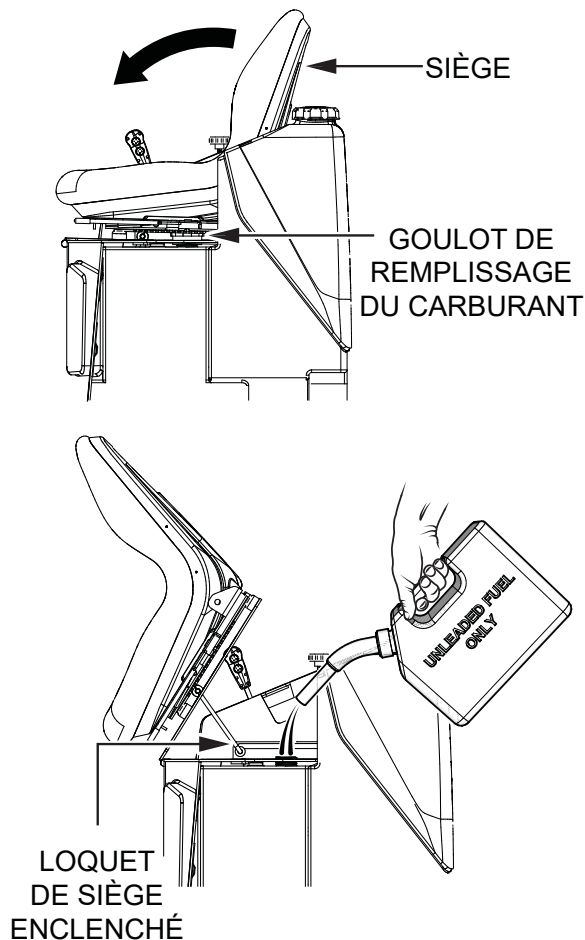

Figure 11. Accès au réservoir de carburant
2. Faire basculer le siège de l'opérateur (Figure 11) vers l'avant pour accéder au réservoir de carburant. Le siège dispose d'un loquet qui le maintient verrouillé en place quand on le fait basculer vers l'avant.